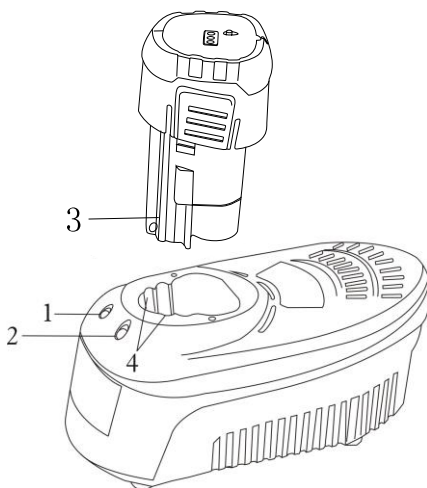

Рис.3
1. Включите зарядное устройство в сеть. Зеленый индикатор (2) загорится. (Рис..3)
2. Вставьте аккумулятор в зарядное устройство. Красный индикатор (1) начнет мигать через 3-5 секунд. Это означает, что аккумулятор начал заряжаться. По истечении 35 минут красный индикатор потухнет и